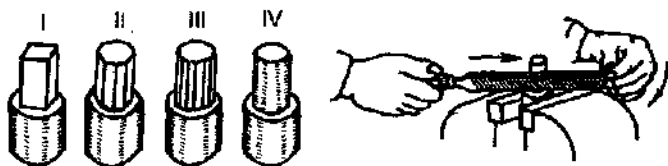

Рис. 108. Опиливание цилиндрических заготовок: I — квадрат; II — восьмигранник; III — шестнадцатигранник; IV — цилиндр
**Опиливание цилиндрических заготовок.** Цилиндрический стержень сначала опиливают на квадрат (рис. 108), сторона которого равна диаметру плюс припуск на последующую обработку. Затем у квадрата опиливают углы и получают восьмигранник, из которого опиливанием получают шестнадцатигранник, и наконец опиливанием углов граней добиваются круглой формы. Равномерное округление поверхности в процессе опиливания достигается непрерывным поворачиванием заготовки. Слой металла для получения четырех и восьми граней снимают драчевым напильником, а восьми- и шестнадцатигранник опиливают личным напильником. Контроль обработки производят штангенциркулем в нескольких местах.